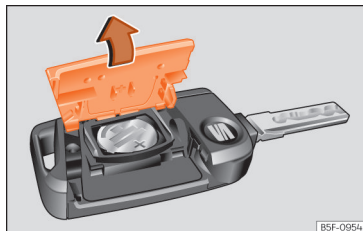

Fig. 48 Chave do veículo: abertura da tampa do compartimento da pilha.
- Retire a tampa na parte traseira da chave do veículo na direção da seta »» Fig. 48 , »» ① .